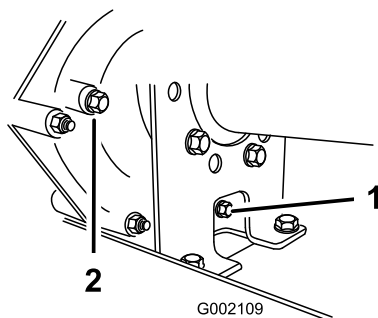
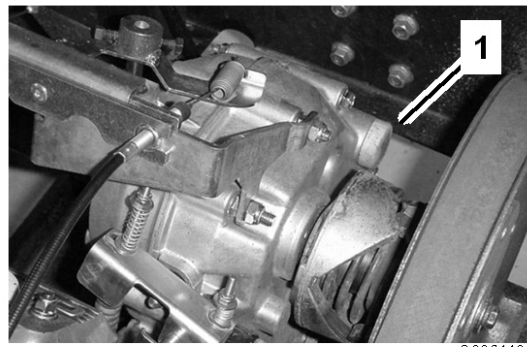

Bild 48
Bild 49
2. Entfernen Sie die Ablassschraube aus der rechten Seite des Behälters (Bild 48) und lassen die Flüssigkeit in ein Auffanggefäß ablaufen. Schrauben Sie die Ablassschraube wieder fest ein, wenn keine Flüssigkeit mehr auströmt.
3. Füllen Sie den Behälter (Bild 49) mit ca. 1,4 l SAE 10W30 Motoröl oder bis sich der Ölstand an der Unterseite der Prüföffnung befindet (Bild 48).